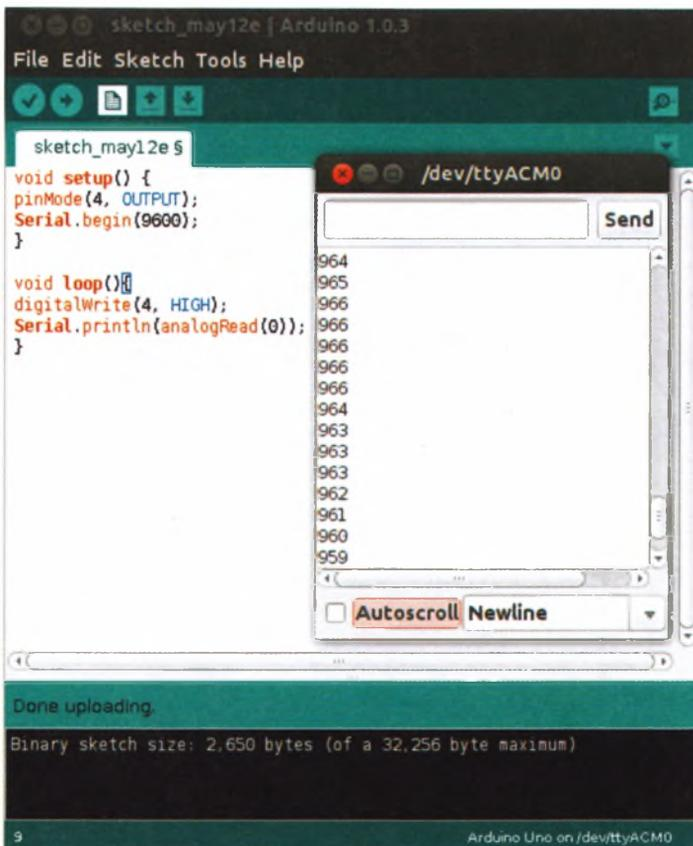

РИСУНОК 19.2
6. Откройте окно монитора порта в среде разработки Arduino. В нем отобразится значение, которое считывается из фоторезистора, — на рис. 19.2 оно равно 964 (при естественном освещении). Запишите число, полученное в вашем случае, — оно будет разным при различной освещенности.